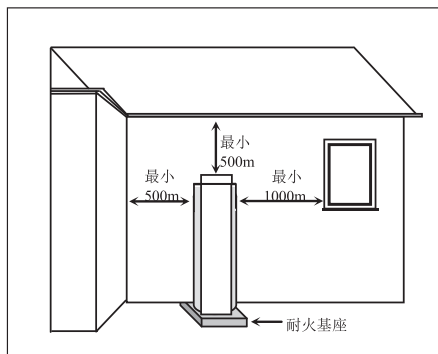

图3 安装位置
- ◆ 热水器的顶部不能放置任何物品，其排烟口与建筑物任何门窗或转角的最小距离要求如图3所示。